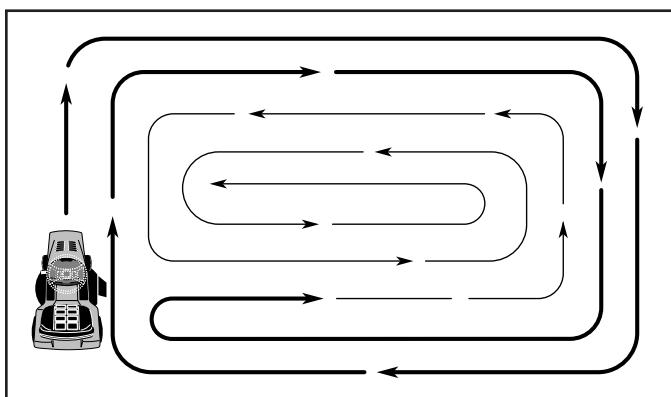

Fig. 12
- Al segar las áreas grandes, empiece girando a la derecha de modo que los recortes se descarguen, alejándose de los arbustos, cercos, entradas de automóviles, etc. Despues de una o dos vueltas, siegue en la dirección opuesta, haciendo virajes a la izquierda, hasta que termine (Vea Fig 12).